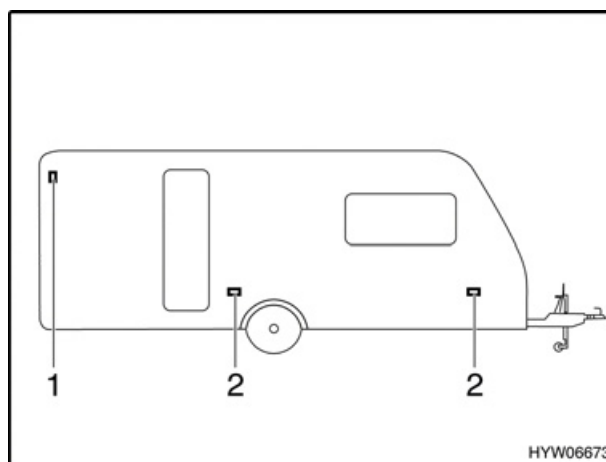

Fig. 104 Luci laterali
- Svitare le viti degli involucri (Fig. 104,2).